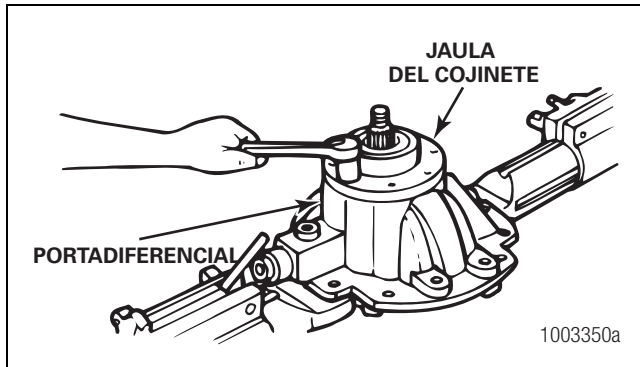

Figura 3.24
5. Retire los tornillos prisioneros y las arandelas que mantienen la jaula del cojinete en el diferencial. Figura 3.24.